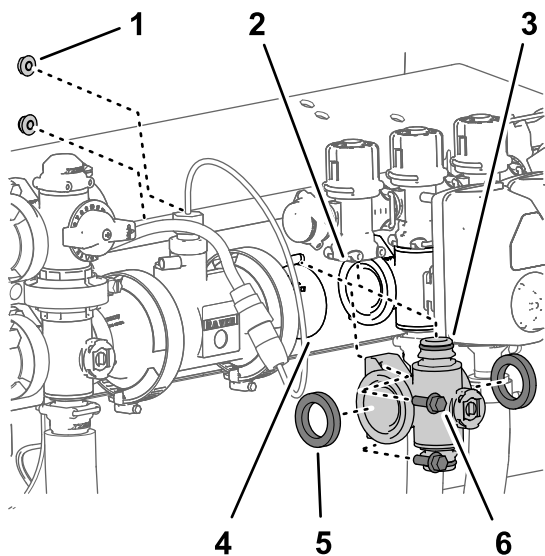
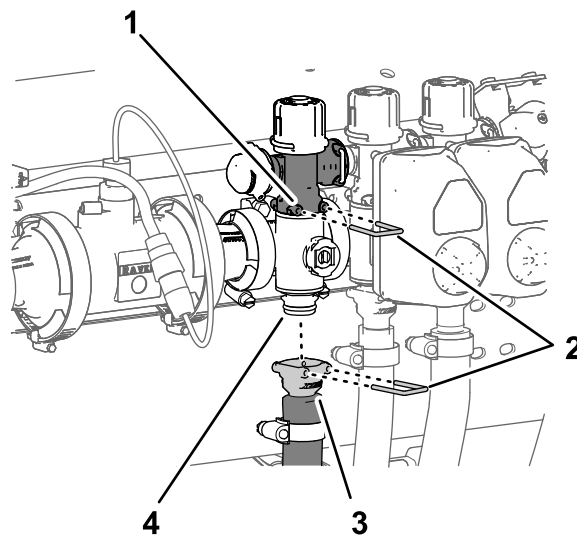

Рисунок 127
Рисунок 128
1. Совместите 2 прокладки, снятые при выполнении действий, описанных в разделе Демонтаж коллекторного клапана секции \(страница 98\), с фланцами коллектора клапана секции (Рисунок 127).
- Совместите фланец коллектора клапана секции с фланцами другого клапана секции (клапанов секций) и/или переходного соединителя (Рисунок 127).
- Вставьте быстроразъемный штуцер коллектора клапана секции в быстроразъемное гнездо перепускного клапана секции и зафиксируйте с помощью штифта быстроразъемного соединения (Рисунок 127 и Рисунок 128).
опору клапана (Рисунок 127) с помощью 2 болтов с фланцем (1/4 x 3/4 дюйма) и 2 фланцевых контргайк (1/4 дюйма), снятых при выполнении действий, описанных в разделе Демонтаж коллекторного клапана секции (страница 98).
8. Установите быстроразъемный соединитель шланга секции на быстроразъемный штуцер коллектора клапана секции и зафиксируйте при помощи штифта быстроразъемного соединения (Рисунок 128).